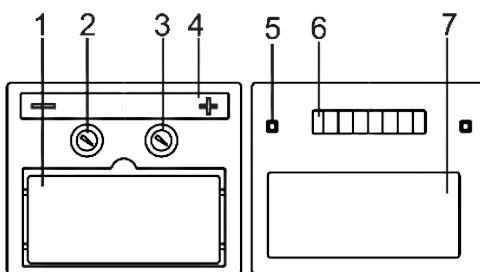

Рис. 2
4.2 Общий вид элементов светофильтра представлен на рис. 2
5.4 Степень светлого состояния светофильтра составляет 4 DIN. Регулятором (рис.2 поз.3) можно настроить время изменения в светлое состояние из тёмного состояния в диапазоне 0,1-1,0 секунды в зависимости от потребности.
7.3 Если щиток не использовался в течение длительного времени следует обратить большое внимание на чистоту датчиков электродуги (рис. 2 поз.5). При необходимости отчистите их от пыли.
чикам электродуги (рис.2 поз.5), светофильтр должен потемнеть. После того, как источник света будет убран, светофильтр посветлеет.